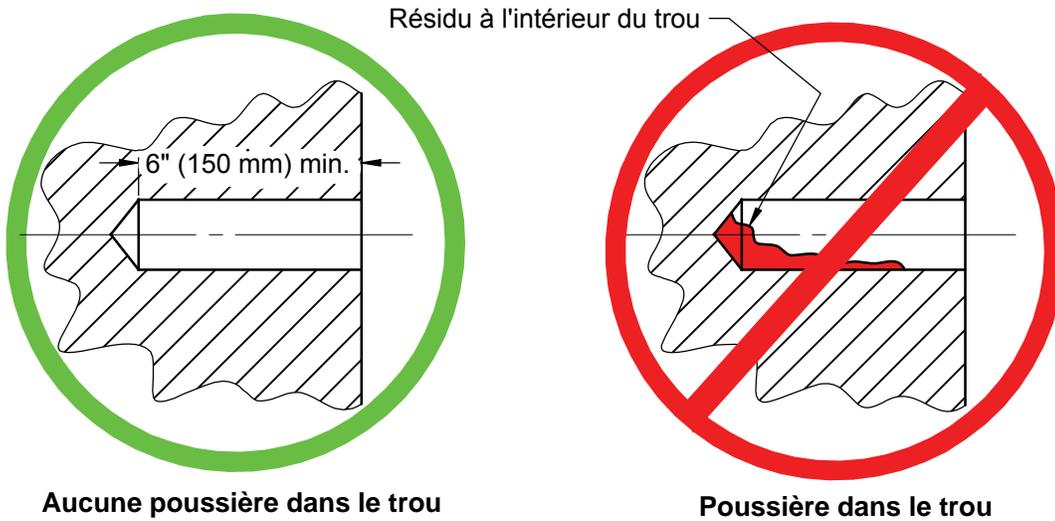

Figure C.54
- 95- Nettoyer les trous (voir Figure C.54)